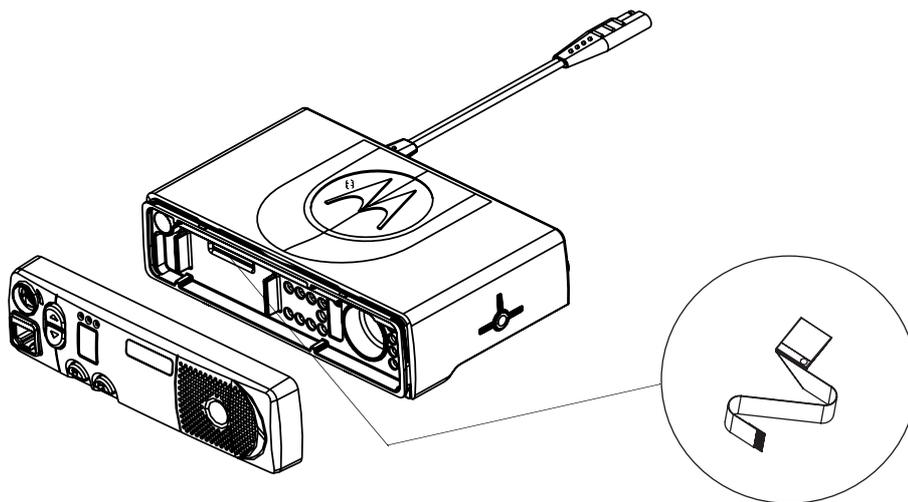

Рис. 2-3 Отсоединение плоского кабеля.
3. Для отделения панели отсоедините плоский кабель от шасси (см. Рис. 2-3).